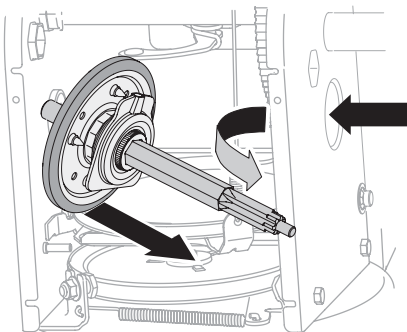

Figura 4-22
- Con cuidado, ubique el eje hexagonal hacia abajo y hacia la izquierda antes de deslizar con precaución el conjunto de la rueda de fricción fuera del eje. Consulte la Figura 4-22.